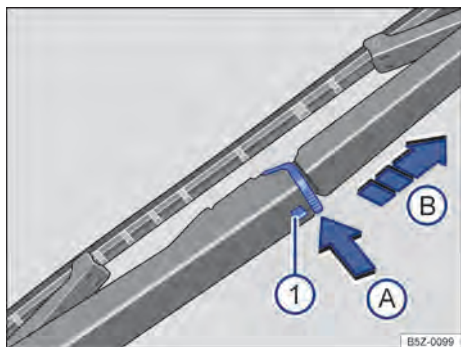

Fig. 150 Substituir a palheta do limpador do vidro traseiro.
- Manter o botão de destravamento → Fig. 150 ❶ pressionado.
- Pressionar a trava da palheta do limpador do vidro traseiro → Fig. 150, no sentido da seta ❸.
- Puxar a palheta do limpador do vidro traseiro → Fig. 150, no sentido da seta ❹.
- Introduzir a nova palheta do limpador do vidro traseiro **de mesmo tamanho e modelo** no braço do limpador do vidro traseiro no sentido contrário da seta → Fig. 150 ❺ até que ela se trave.